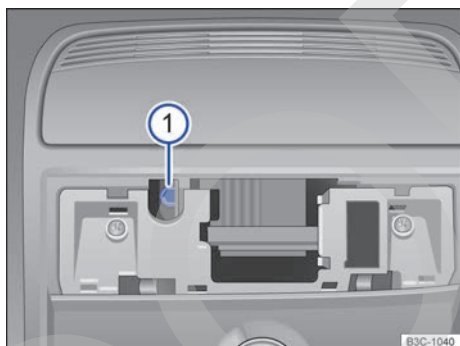

Fig. 68 Tornillo Allen para cerrar el techo de cristal.
- Introduzca una llave Allen¹⁾ corriente de 4 mm en el tornillo Allen → fig. 68 ①.